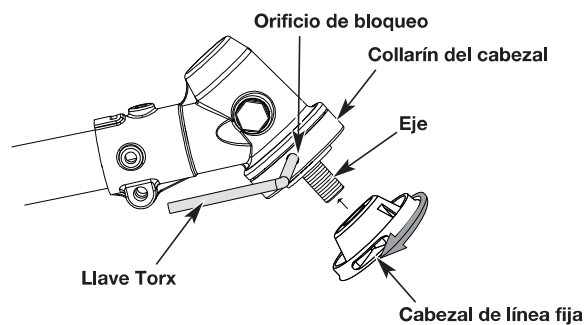

Fig. 18a
4. Atornille el cabezal fijo en el sentido contrario a las agujas del reloj sobre el eje hasta que quede firmemente apretado (Fig. 18a). Retire la llave Torx del orificio de bloqueo.